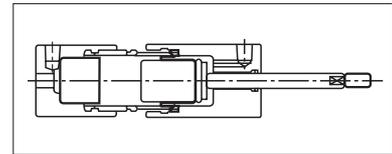

Fig.27
⑦ a) ⑤まで組み立てが終わったAss'y品のシリンダ部をボンネットRとBFダイヤフラムRの環状U山外周部を環状すき間に挿入し、BFダイヤフラムRのビード部に当たるまでゆっくり、かつ滑らす様に押し込む。その際、配管孔の位置を確認する。
b) ロッドをゆっくり押し込む。(Fig.27)